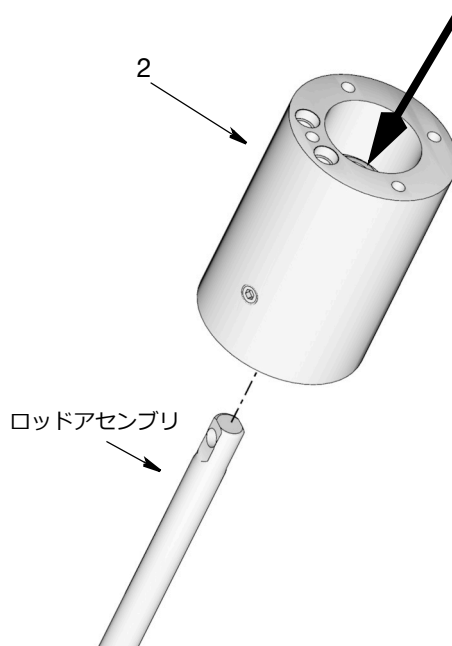

図 32
- 19. 吸入シール (207) とシール (206) を取り外して廃棄します。キットに付属の新しい部品を再組立てに使用します。
- 20. ハンマーまたはゴムハンマーを使って、ロッドアセンブリをタップしてポンプアダプタ (2) から図 32。